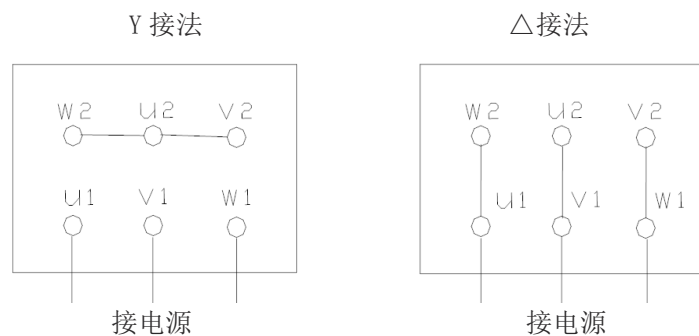

图 1 有六个出线头的低压定子出线接法示意图
8. 电机接线通常有两种方式，未做特殊说明，4kW 以下电机为 Y 接法，4kW 及以上为  $\Delta$  接法，使用前检查出线端在出线盒内的连接片位置是否正确，正确的连接片位置如图 1 所示。